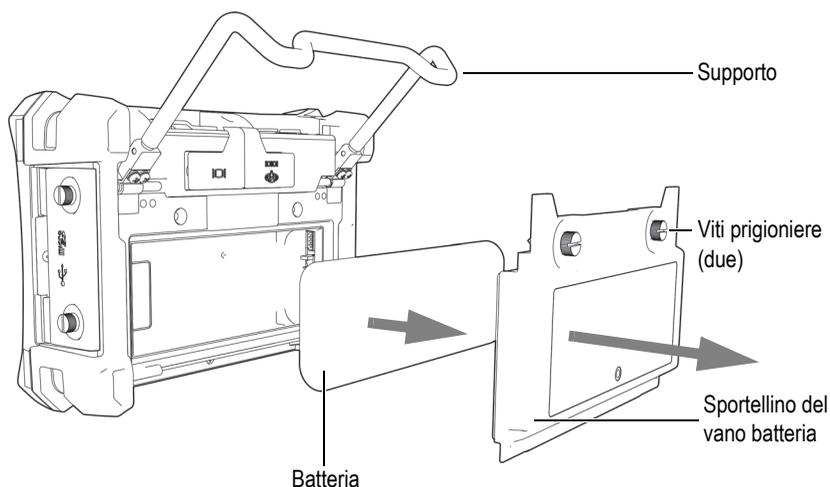

Figura 1-11 Rimozione di una batteria agli ioni di litio
1. Aprire il supporto tubolare dello strumento (vedere Figura 1-11 a pagina 39).